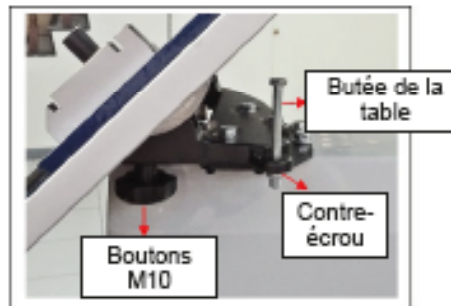

Figure 5
1. Desserrez deux boutons M10 (à l'avant et à l'arrière) et inclinez la table jusqu'à 45 degrés vers la droite ou jusqu'à 10 degrés vers la gauche. Serrez ensuite deux boutons M10. (Reportez-vous à la Figure 5)